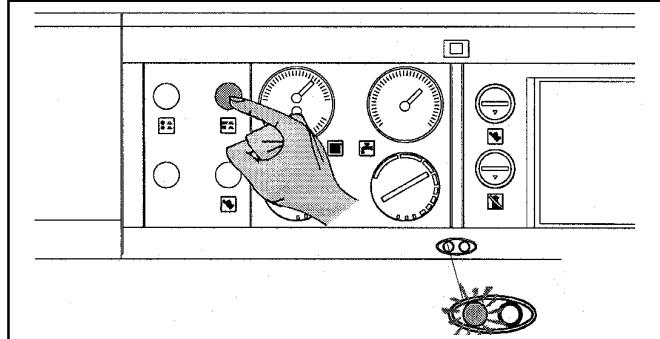

Рис. 4.4
- нажмите кнопку включения котла и убедитесь в том, что индикатор горит зеленым цветом (рис. 4.4).